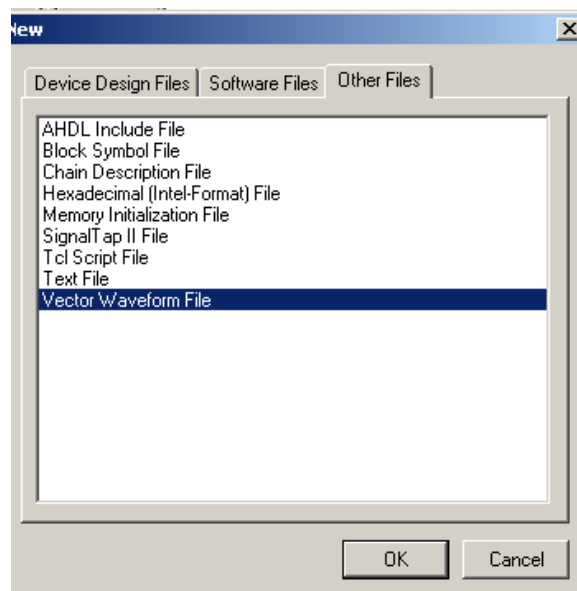

Figura 5.2 Tela para início da criação de um novo arquivo de simulação.
3. Click “**OK**”, na tela da Figura 5.2 e O Editor da forma de onda da simulação irá se abrir mostrando um arquivo vazio, como mostra a Figura5.3.